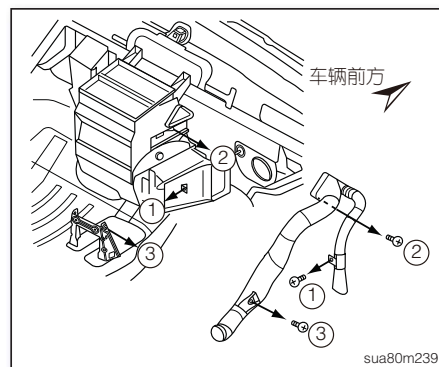

图49
2. 拆下右侧地板分配导管固定螺丝①~③（如图49），然后取下右侧地板分配导管。